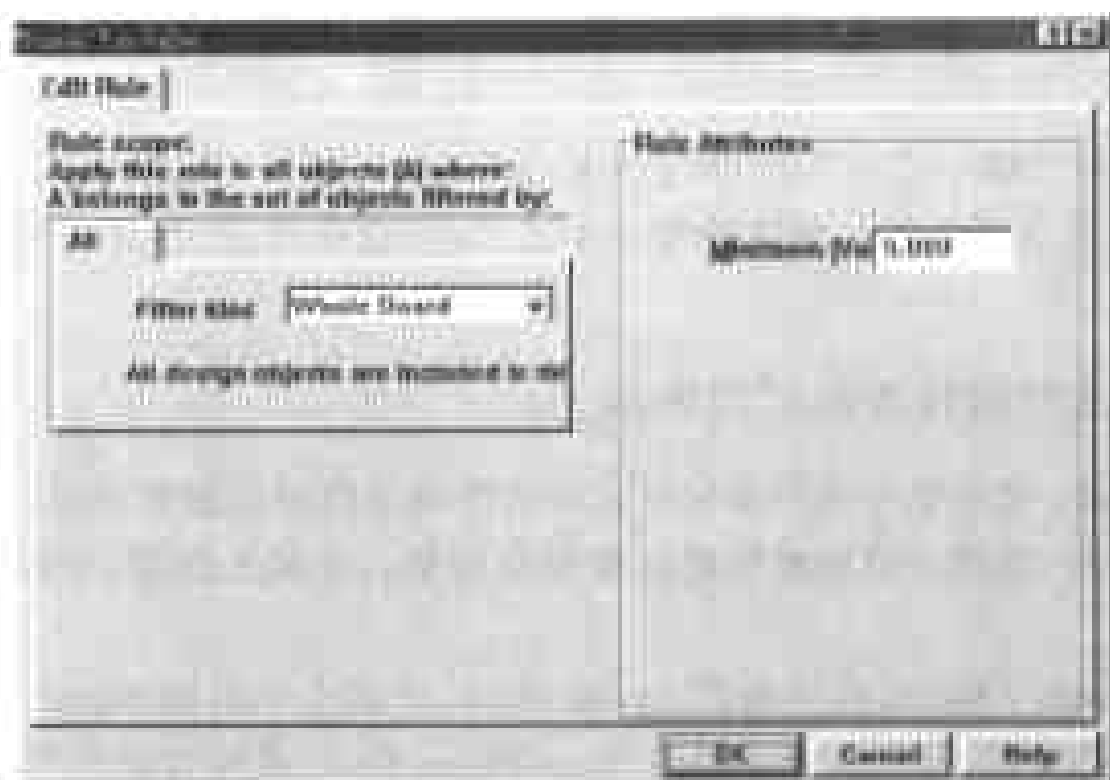

图 9-51 设置高电平信号的最低电压
(1) 选择 Design > Rules,在弹出的 Design Rules 对话框中单击 Signal Integrity 标签,然后在对话框的 Rule Classes 列表框中单击 Signal Top Value,此时对话框下部的方框中只有 Scope 和 Minimum 两个栏目。
(2) 单击对话框下部的 Add 命令按钮,弹出如图 9-51 所示的对话框,供用户设置新的规则。
(3) 在对话框中单击 Filter kind 选项的下拉列表框,在弹出的下拉列表中包含有 Whole Board, Net Class 和 Net 3 个选项,供用户设置此规则的适用范围,此选项取值对应于 Design Rules 对话框下部方框的 Scope 栏。
(4) 在对话框右边的 Minimum (Volts) 选项的输入框中输入数值,设置高电平信号的最低电压,此选项的取值对应于 Design Rules 对话框下部方框的 Minimum 栏。
(5) 设置好各个选项后,单击 OK 命令按钮,返回 Design Rules 对话框,则用户所做的设置显示在对话框下部的方框中。单击 Close 命令按钮,返回工作窗口,完成此规则的设置。